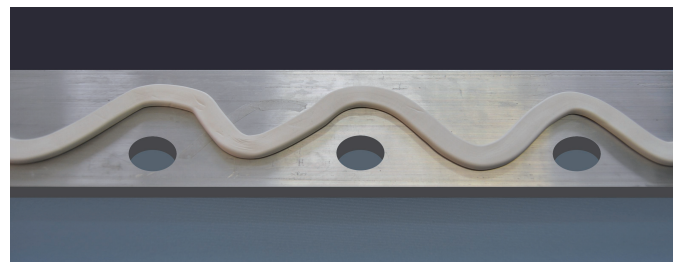

Abbildung 2
- Bei spannungsempfindlichen Flanschen soll das Verlegen des Dichtungsbandes gemäß Abb.2 erfolgen. Das Schließen des Dichtringes ist wie in Abb. 3.1. und Abb. 3.2. dargestellt durchzuführen.